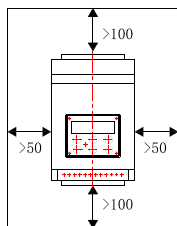
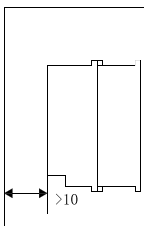

图3.1
图3.2
- ✓ 安装方向与距离：为了确保软起动器在使用中具有好的通风及散热条件，软起动器应垂直安装，并在设备四周留有足够的散热空间，如图 3.1、图 3.2 所示，图中为允许的最小距离。